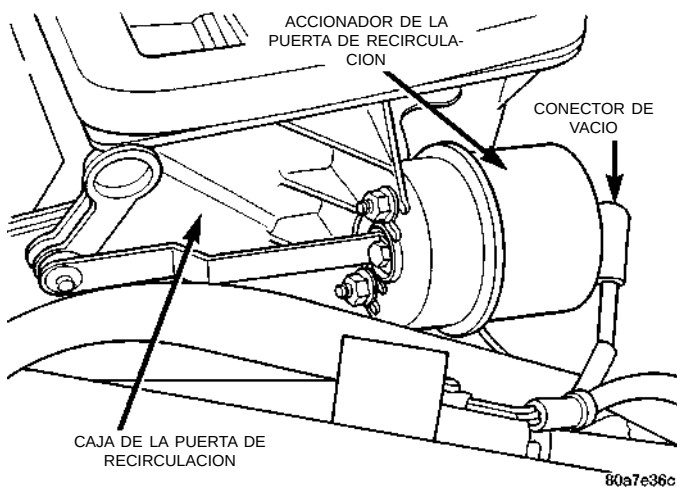

Fig. 42 Accionador de la puerta de recirculación
- (1) Retire del vehículo el tablero de instrumentos. Para informarse sobre el procedimiento de desmontaje, consulte el Grupo 8E, Tablero de instrumentos y sistemas.
- (2) Desconecte el tubo de vacío del accionador (Fig. 42).
- (3) Retire las dos tuercas que retienen el accionador de vacío en la caja de la puerta de recirculación.
- (4) Desconecte el accionador de la articulación de la puerta de recirculación.
- (5) Retire del vehículo el accionador de la puerta de recirculación.